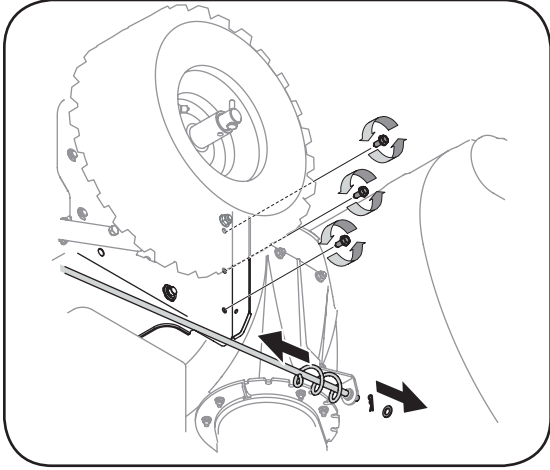

Figure 6-8
- Utilisez une clé de 1/2es de po pour retirer les trois vis taraudées à tête hex. de chaque côté du châssis. Ces vis maintiennent le châssis sur l'habillage de la tarière. Voir la Figure 6-8.
- Débranchez la manivelle de la goulotte à la goulotte en retirant la goupille fendue et la rondelle plate. Voir la Figure 6-8.